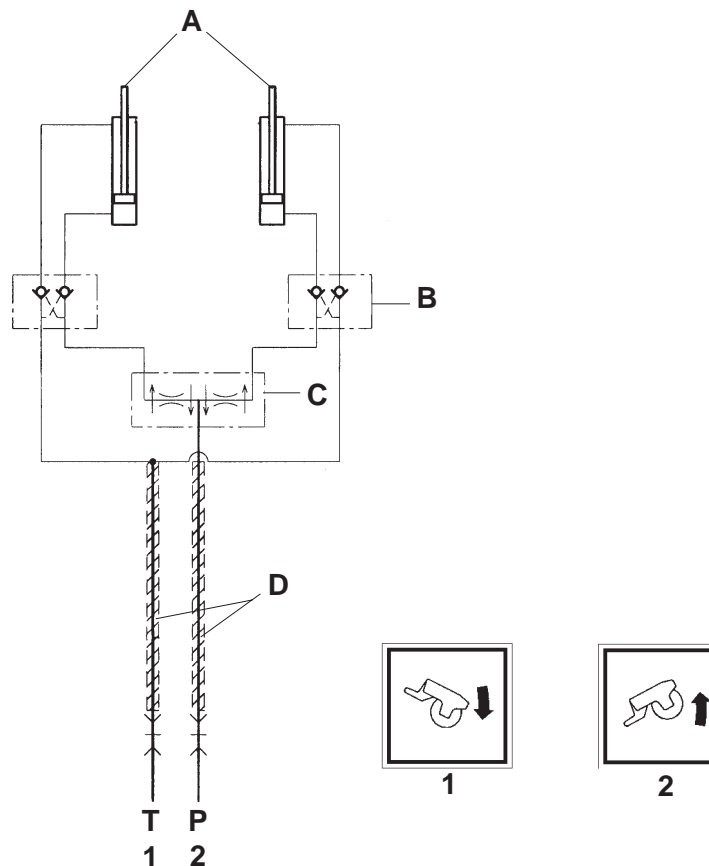

Fig. 15
Tras haber realizado las operaciones preliminares (enganche de los 3 puntos al tractor y acoplamiento del cardán) hay que conectar al tractor la instalación hidráulica (Fig.15) que permite accionar
trattore l'impianto idraulico (Fig. 15) che permette l'azionamento dei due cilindri idraulici (A Fig. 15) per la regolazione del rullo posteriore che determina la profondità di lavoro. I tubi idraulici hanno delle etichette adesive di riconoscimento che sono rappresentate da:
N.B. I due cilindri (A Fig. 15) sono correddati da una valvola di blocco automatica (B Fig. 15).
tor (Fig. 15) in order to operate the two hydraulic cylinders (A Fig. 15) and adjust the rear roller that establishes the working depth. The hydraulic pipes have identification stickers representing:
NOTE: The two cylinders (A Fig. 15) are equipped with an automatic blocking valve (B Fig. 15).
vorzunehmen (Abb. 15), um die beiden Hydrozylinder (A Abb. 15) für die Einstellung der heckseitigen Walze betätigen zu können, mit der die Arbeitstiefe festgelegt wird. Die hydraulischen Leitungen sind alle mit Aufklebern versehen, um die Erkennung zu vereinfachen. Diese Leitungen sind:
- Anm.: Die beiden Zylinder (A Abb. 15) sind mit einem automatischen Sperrventil versehen (B Abb. 15).
lique (Fig. 15). Celle-ci permet d'actionner les deux vérins hydrauliques (A Fig. 15) pour le réglage du rouleau arrière qui détermine la profondeur de travail. Les tubes hydrauliques portent des étiquettes adhésives permettant de les reconnaître, représentant:
N.B: Les deux vérins (A Fig. 15) sont équipés d'une vanne de blocage automatique (B Fig. 15).
los dos cilindros hidráulicos (A Fig.15) para la regulación del rodillo trasero que determina la profundidad de trabajo. Los tubos hidráulicos tienen unas etiquetas adhesivas que indican:
Nota: los dos cilindros (A Fig.15) tienen una válvula automática de bloqueo (B Fig.15).